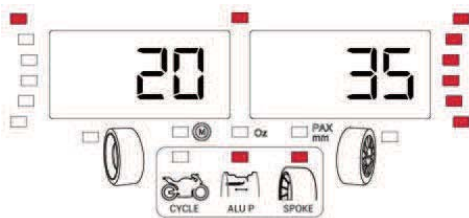

Figure 29d
11. Gire lentamente la rueda a mano un poco más para que vuelva a aparecer el indicador WAP (**Fig. 29d**).